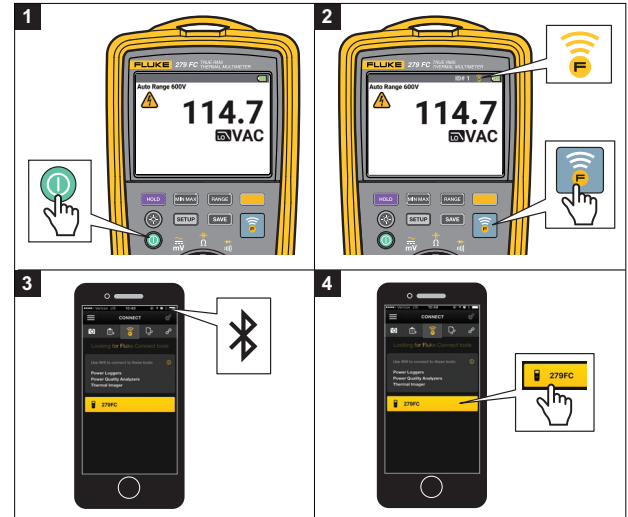

Figura 1. Fluke Connect™
1. Ligue o multímetro. Veja a figura 1.